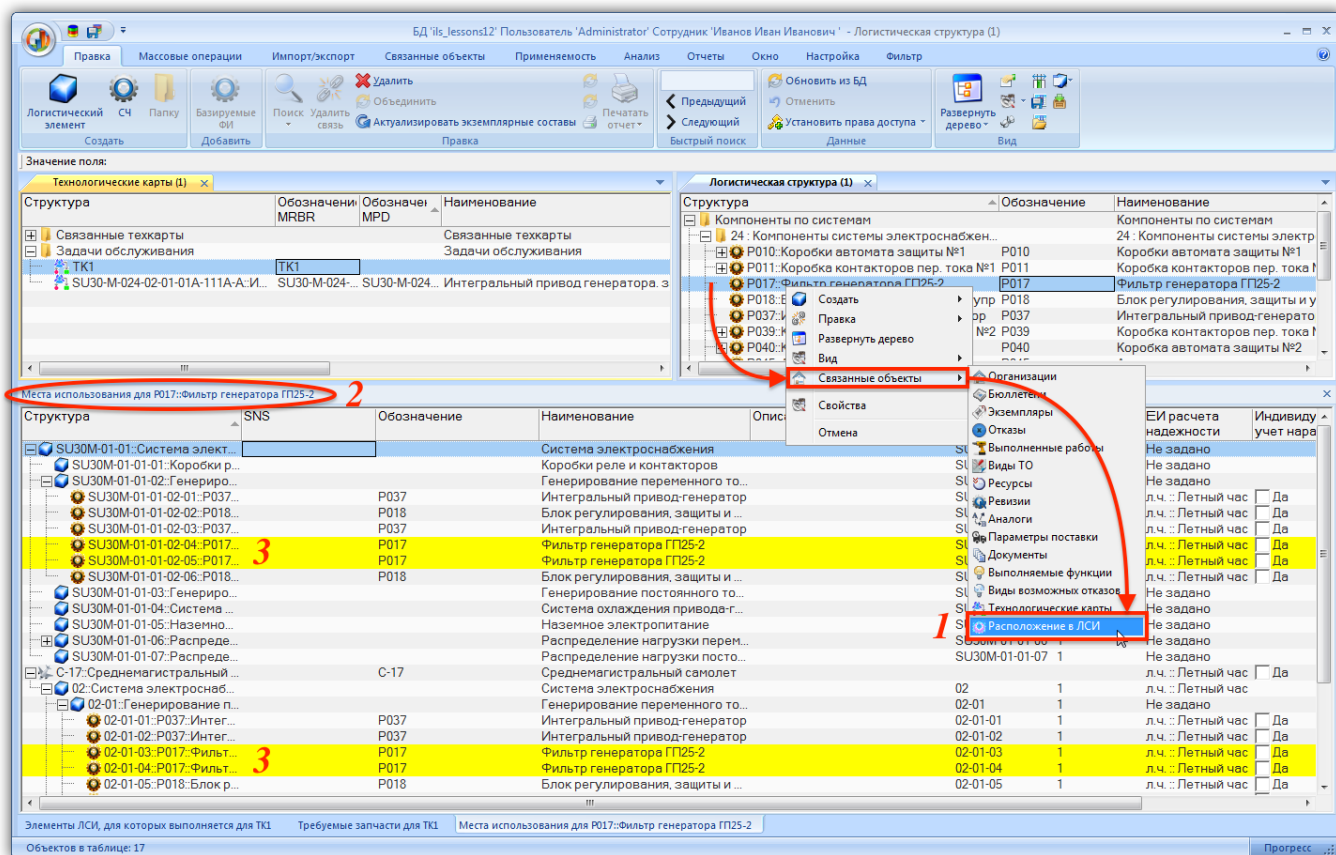

Рис. 12-49 – Месторасположения компонента в ЛСИ
(1 на рис. 12-49). В результате откроется связанное окно «Места использования» для компонента (2), а все его месторасположения в ЛСИ будут выделены желтым цветом (3).